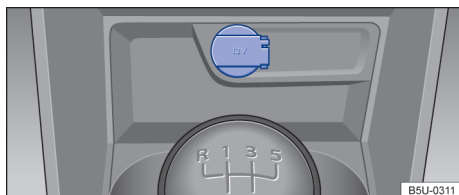

Fig. 119 No console central dianteiro: tomada 12 V.
- No console central dianteiro → Fig. 119.